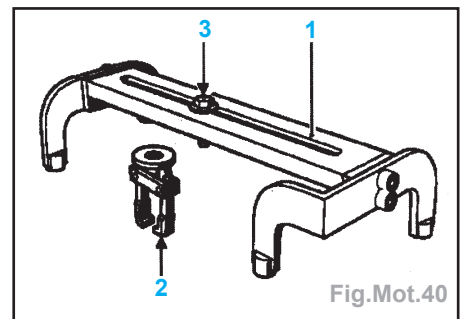

Fig.Mot.40
**Description de l'outil Mot.1549 :** (Fig.Mot.40)